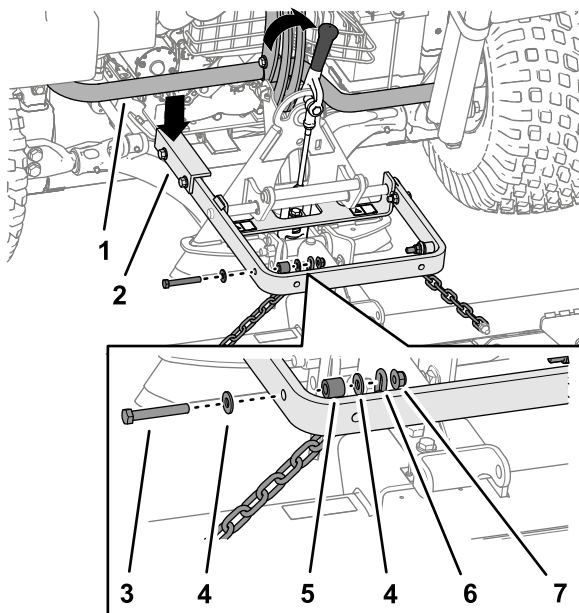

图 7
重要事项 提升臂总成的长臂必须位于主机后机架总成的下方图 7。
因此当提起并移动附件时务必使用附件的连接器的背面图 7。
- 使用 1 个螺栓 $\frac{3}{8}$ x $2\frac{1}{2}$ 英寸、2 个垫圈 $\frac{3}{8}$ x $\frac{7}{8}$ 英寸、1 个隔片和 1 个锁紧螺母 $\frac{3}{8}$ 英寸将每个链条最上面的链环固定到提升臂(图 7)的外侧。